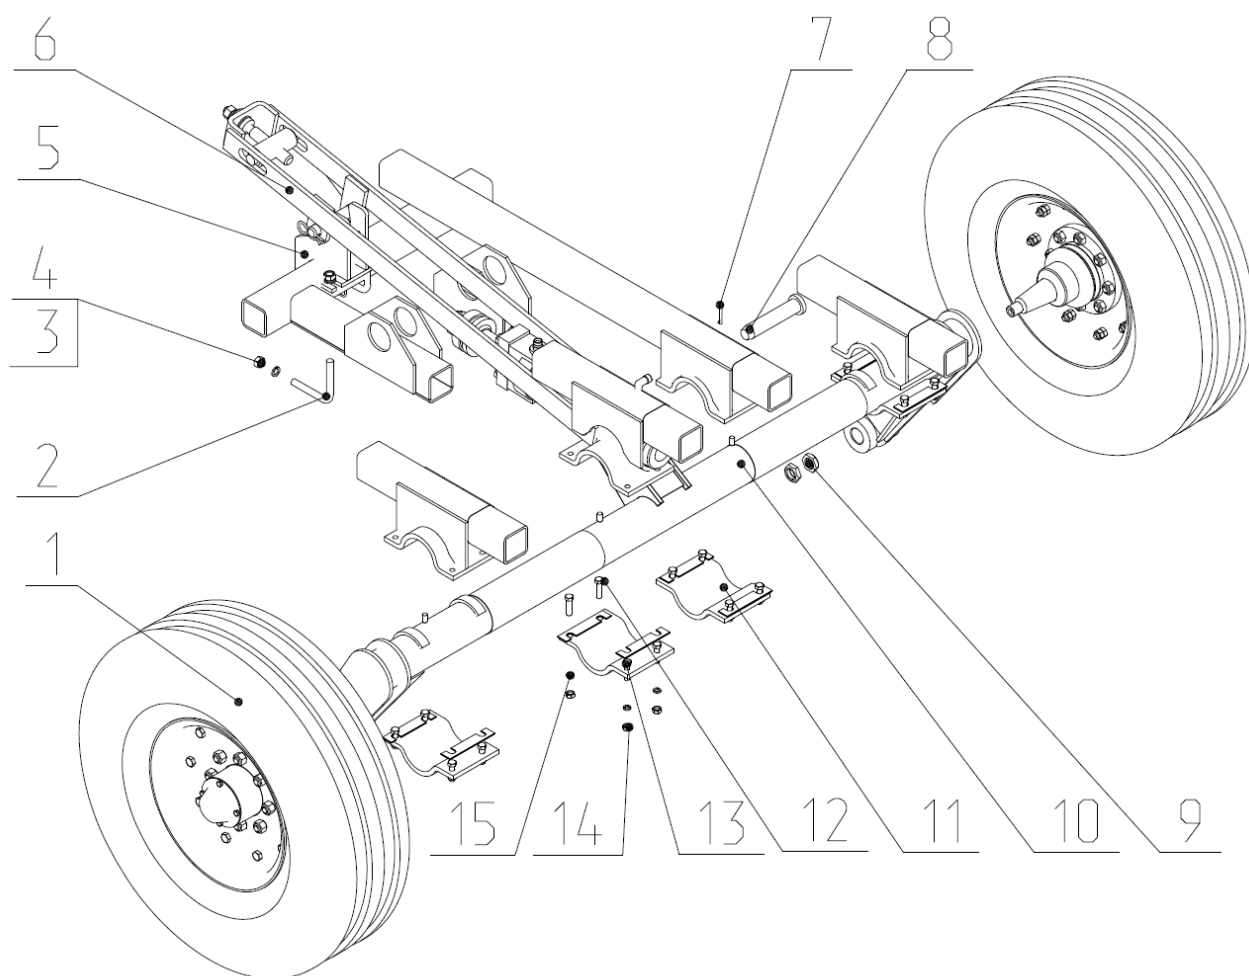

Рис.9 Колесная пара КСП 03.000А.
2.15. Колесная пара (Рис.9) служит опорной частью культиватора, так и для ограничения заглубления рабочих органов центральной секции при выполнении культивации.